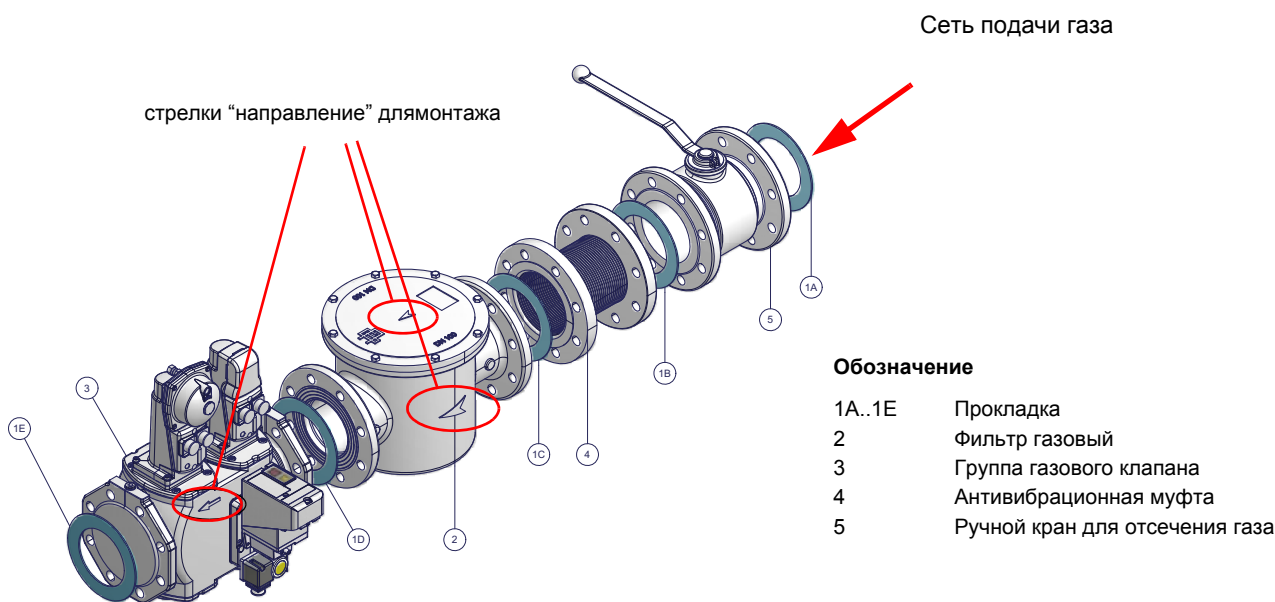

Рис. 4 - Пример газовой раампы
- 1-б) при фланцевых соединениях: между соседними компонентами устанавливать прокладку (1А..1Е - Рис. 4), совместимую с используемым газом,
**ВНИМАНИЕ:** после монтажа газовой рампы согласно схеме на Рис. 4, необходимо провести тестирование на герметичность газового контура, согласно требований действующих нормативов.